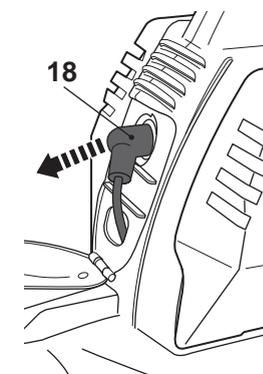

Fig. 33
- > Débranchez la cosse de la bougie [18] (Fig. 33).